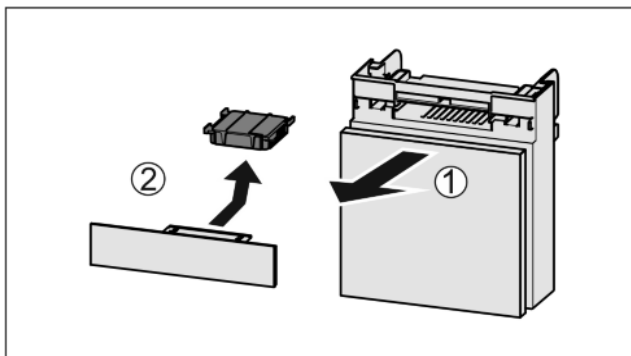

Fig. 53
- ▶ Fach nach vorne herausziehen Fig. 53 (1).
- ▶ Aktivkohlefilter entnehmen Fig. 53 (2).